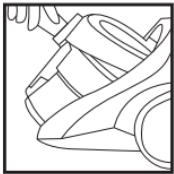

Рис. 1
- Вставьте наконечник (8) гибкого шланга (7) в воздухозаборное отверстие (10) до срабатывания фиксаторов (9) (рис.1).
- Для снятия гибкого шланга (7) нажмите на фиксаторы (9) и выньте наконечник (8) из воздухозаборного отверстия (10).